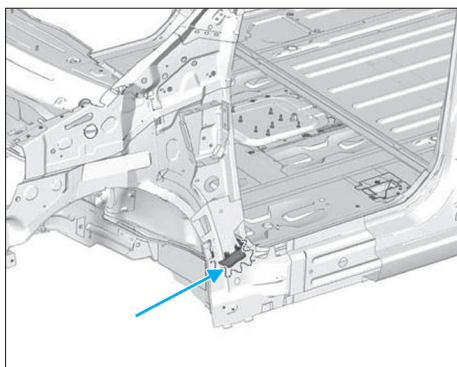

FIG. 52
- Positionner l'insert gonflant (Fig.52).